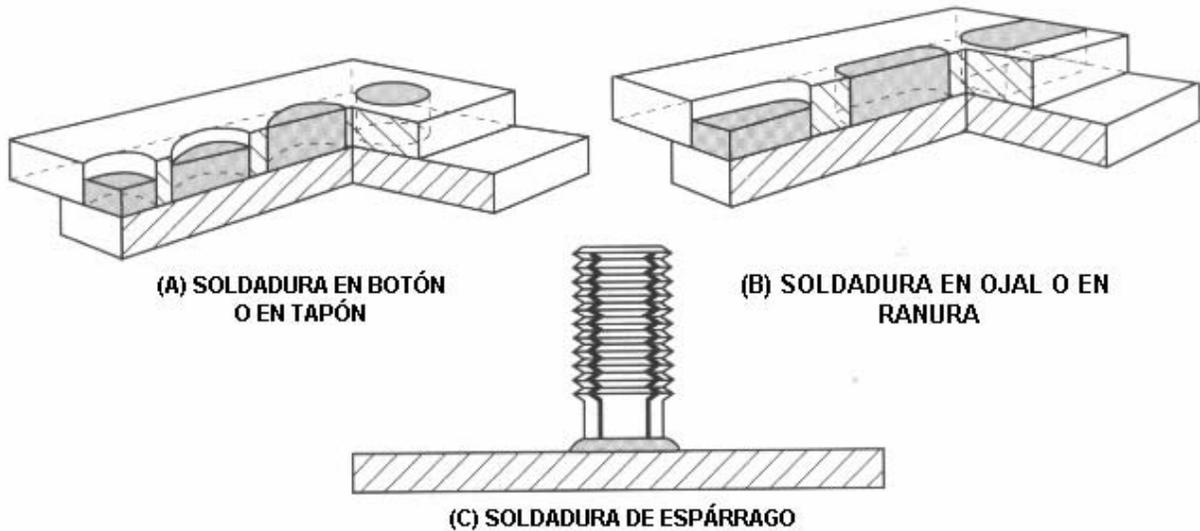

Figura 4.17 - 1 Soldaduras en tapón o en botón - en ranura o en ojal - de espárragos
En la edición del ANSI/AWS A2.4 de 1989, se agregó un símbolo para la soldadura de espárrago. Soldadura de espárrago es “un término general para unir un espárrago metálico o algo similar a una pieza. La soldadura se puede realizar por arco, resistencia, fricción u otro proceso con o sin protección de gas”. La figura 4.17 (C) provee un ejemplo de una soldadura de espárrago.